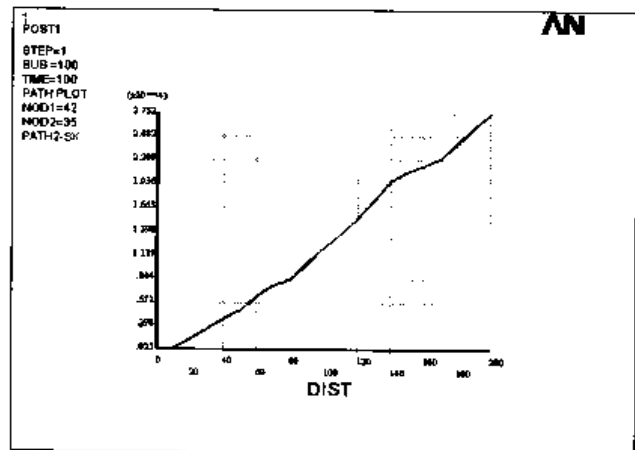

图 13-153 沿路径 2 的径向应力变化曲线
(8) 选择 Main Menu | General Postproc | Path Operations | Map onto Path 命令, 出现 Map Result Items onto Path 对话框, 在 Lab User label for item 文本框中输入 path2-sx; 在 Item,Comp Item to be mapped 的两个列表框中分别选择 Stress、X-direction SX 选项, 单击 OK 按钮关闭该对话框。
(9) 选择 Main Menu | General Postproc | Path Operations | Plot Path Item | On Graph 命令, 出现 Plot of Path Items on Graph 对话框, 在 Lab-6 Path Items to be graphed 列表框中选择 Path2-sx 选项, 单击 OK 按钮, ANSYS 显示窗口显示沿路径 2 的径向应力变化曲线, 如图 13-153 所示。
(10) 选择 Main Menu | General Postproc | Path Operations | Map onto Path 命令, 出现 Map Result Items onto Path 对话框, 在 Lab User label for item 文本框中输入 path2-sy; 在 Item,Comp Item to be mapped 的两个列表框中分别选择 Stress、Y-direction SY 选项, 单击 OK 按钮关闭该对话框。